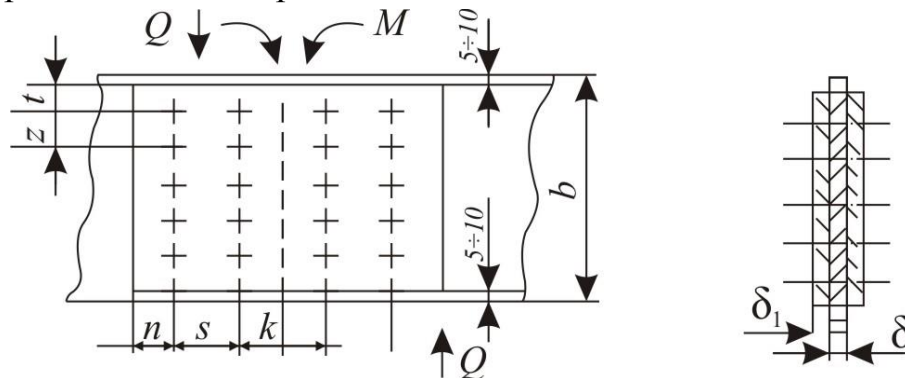

Рисунок 21
**Завдання 12.** Розрахувати монтажне болтове з'єднання. З'єднання показано на рис. 21; болти нормальної точності – за ГОСТ 7798-70.
У з'єднанні діє згинальний момент  $M$  і поперечна сила  $Q$ . З умови міцності болтів на зріз і зминання потрібно визначити діаметр і кількість болтів, а також виконати компоновку з'єднання, як показано на рис. 21, тобто визначити розміри  $n, s, k, r, t$ .